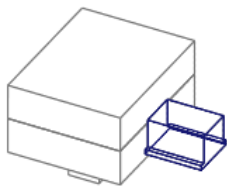
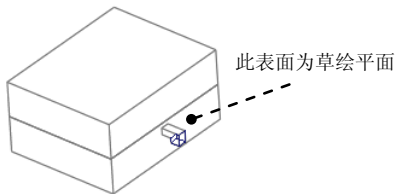
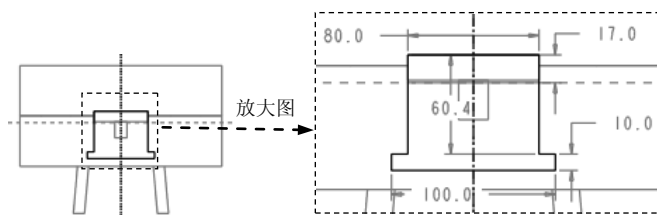

图 27.33 实体拉伸特征
图 27.34 定义草绘平面
图 27.35 草图截面
Step5. 创建图 27.33 所示的实体拉伸特征。单击 **模具** 功能选项卡 **形状** 区域中的 **拉伸** 按钮，此时系统弹出“拉伸”操控板；在出现的操控板中，确认 **确认** 按钮被按下；右击，从系统弹出的菜单中选择 **定义内部草绘...** 命令；选取图 27.34 所示的平面为草绘平面，然后选取 **MAIN_PARTING_PLN** 基准平面为参考平面，方向为 **上**。单击 **草绘** 按钮，进入草绘环境；进入截面草绘环境后，选取 **MOLD_FRONT** 基准平面和 **MAIN_PARTING_PLN** 基准平面为草绘参考，然后绘制图 27.35 所示的截面草图，完成特征截面的绘制后，单击“草绘”操控板中的“确定”按钮 **✓**；在操控板中选取深度类型 **深度**，在深度文本框中输入深度值 120.0，并按 Enter 键；在“拉伸”操控板中单击 **✓** 按钮，完成特征的创建。